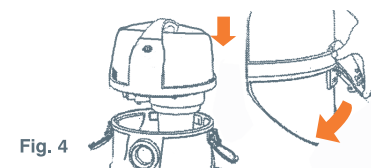

Fig. 4
Vuelva a montar la cubierta motor (3) sobre el depósito (8) asegurándola con los ganchos de cierre (7) (Fig. 4).